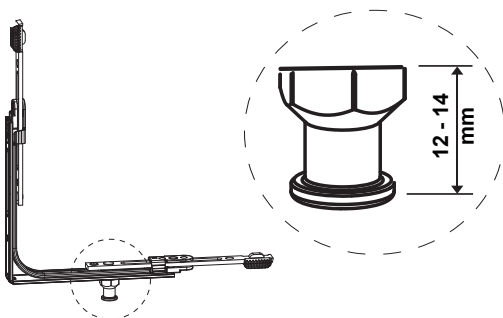

Abb. 10
- Bei Balkonfenstern unbedingt die untere Eckumlenkung mit einem langen Bolzen verwenden. (Abb. 10)
- SST-Riegelteil an der richtigen Stelle an der Schwelle anpassen. Das Riegelteil ermöglicht den Einsatz von Bolzen mit max. Durchmesser bis Ø12 mm. Die Fräsungen wie in der Zeichnung dargestellt vorzunehmen. (Abb. 10)